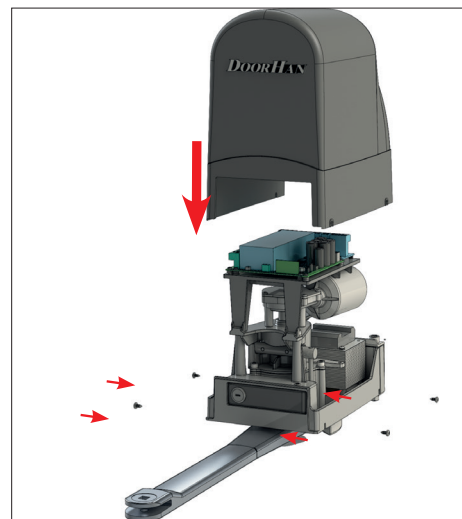

Рис. 15
- Наденьте верхнюю и нижнюю крышки корпуса, затяните крепежные винты (рис. 15).